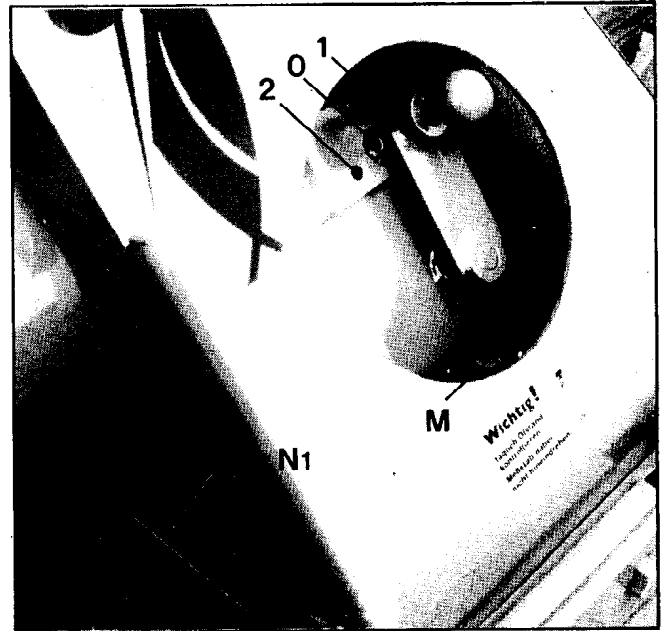

Fig.4
**DAGELIJKS** het oliepeil van de tandwielkast controleren; voor controle pijlstok **M** (Fig. 4) gebruiken - niet erindraaien.